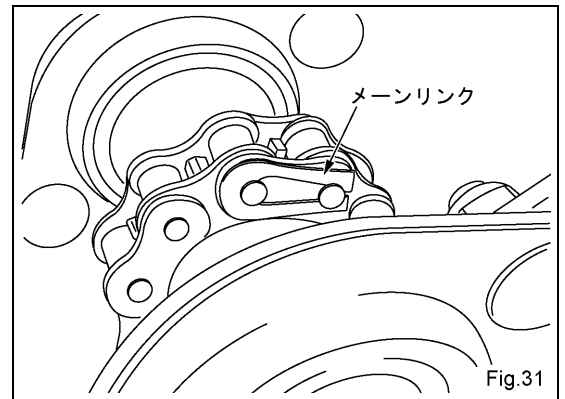

Fig.31
(1) ドライブガードを取り外して下さい。
(2) アイドラーボルトとロックナットを緩めて下さい。メインリンクを取り外し易い位置に持ってきて、メインリンクを外します。(Fig.31)